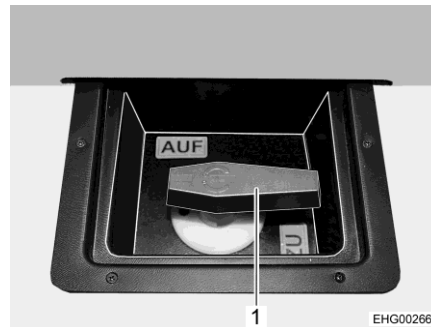

Fig. 132 Levier de commande (réservoir d'eaux usées)
Le robinet de vidange des eaux usées s'actionne avec un levier de commande (Fig. 132,1). Le levier de commande (Fig. 132,1) de l'évacuation des eaux usées se trouve sous un couvercle à l'arrière. Le tuyau de purge avec raccord pour tuyau d'évacuation des eaux usées se trouve du côté droit sous le véhicule.
- Ouvrir le robinet de vidange. Faire tourner pour ce faire le levier de commande (Fig. 132,1) du robinet de vidange sur la position "AUF" (ouvert). Les eaux usées s'écoulent.
- Refermer le robinet de vidange une fois que les eaux usées se sont complètement écoulées. Faire tourner pour ce faire le levier de commande (Fig. 132,1) du robinet de vidange sur la position "ZU" (fermé).